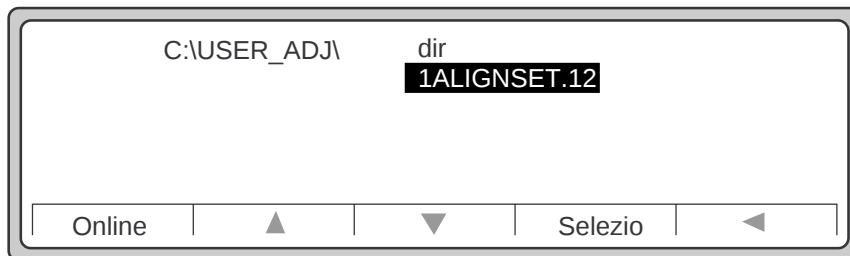

Figura 6-7 1 ALIGNSET.*
6. Davanti all'opzione ALIGNSET.* appare il numero 1, come illustrato nella Figura 6-7.